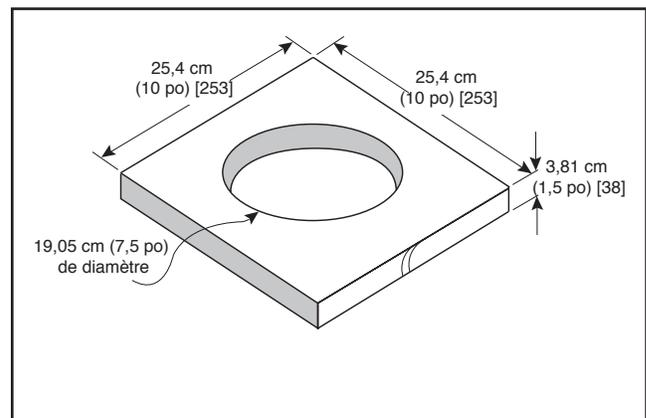

Figure 1 – Plateforme
- **Plateforme** pour assembler le rotor répondant aux dimensions suivantes : 38 mm (1,5 po) d'épaisseur minimum, 25 cm (10 po) de diamètre minimum, de forme ronde, ou carrée, avec un trou de 19 cm (7,5 po) de diamètre. La surface supérieure doit être lisse (figure 1).